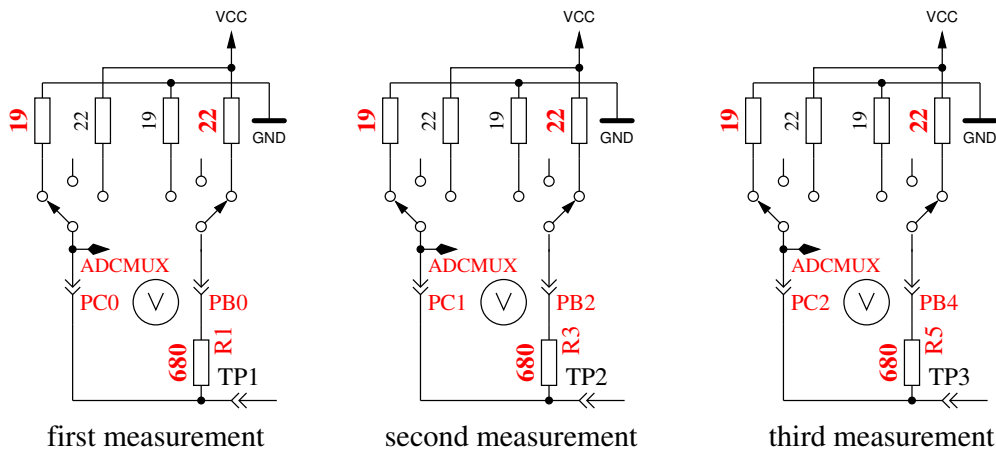

Рис. 5.62. Измерение внутреннего сопротивления порта С подключением выходных контактов к GND
8. **Измерение внутреннего сопротивления порта подключением выходных контактов к GND.** Этот и следующие тесты будут проведены, если выбрана опция AUTO_CAL. Внутреннее сопротивление порта С с выходами, подключенными к GND, измеряется по току через подключенные к VCC (+5 V) резисторы $680\ \Omega$, смотри рисунок 5.62. Могут быть измерены только три вывода порта АЦП. Внутреннее сопротивление портов В (PB0, PB2 и PB4) не может быть измерено без изменения аппаратных средств. Будем считать, что внутреннее сопротивление порта для различных портов практически одинаково. Величина сопротивления будет определена в следующем тесте.